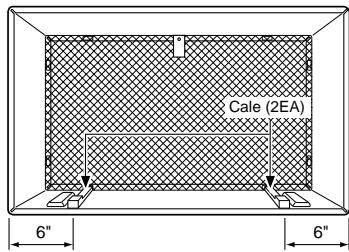

FIG. 23
- 7** Pour créer une inclinaison vers l'arrière pour éviter que l'eau ne stagne dans l'appareil, retirez le support des cales 11-13/16 et attachez ces cales comme le montre Fig 23. Placez la partie élevée de la cale devant la nervure du socle du caisson mural.